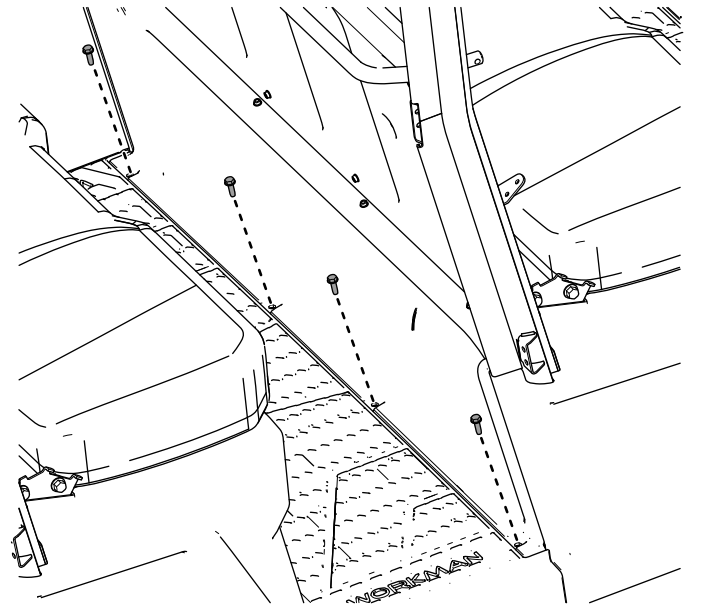

図 51
24. フットウェルの下部を固定する先ほど外した六角ワッシャヘッドボルト5/16 x 1"4本を使用して図 51のように取り付ける。